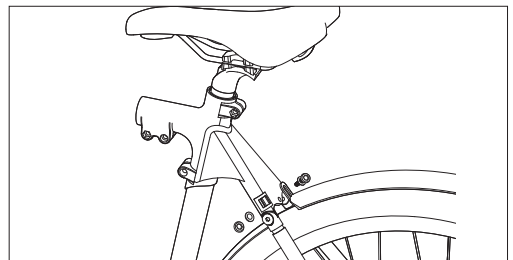

Abbildung 6-1
- Nachdem Sie den Kotflügel mit dem Schraubenloch ausgerichtet haben, ziehen Sie die Befestigungsschrauben im Uhrzeigersinn fest, um ihn an der Sattelrohrverbindung zu befestigen, wie in [Abbildung 6-1] gezeigt.